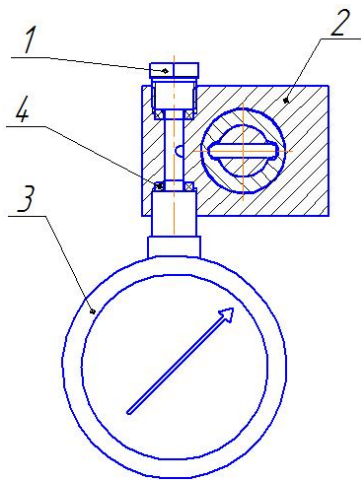

Рис.5 Схема установки манометра
4.4 Переустановка манометра (при необходимости смены места расположения) см. рис.5: